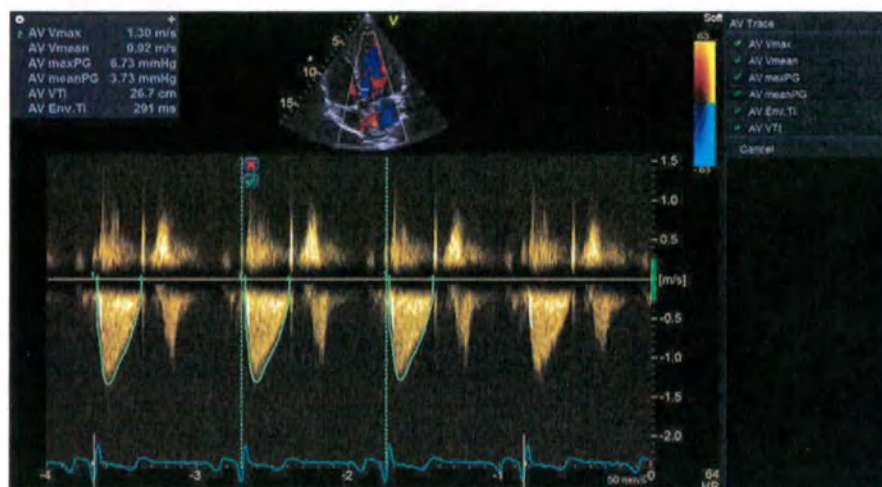

Рис. 8-41. Отклоните или сохраните циклы
4. Наведите курсор на цикл и либо отклоните его, либо сохраните отдельно от остальных, нажав на соответствующий значок (см. Рис. 8-41). Нажмите кнопку **Recalc** (Пересчитать), чтобы восстановить отклоненные циклы.